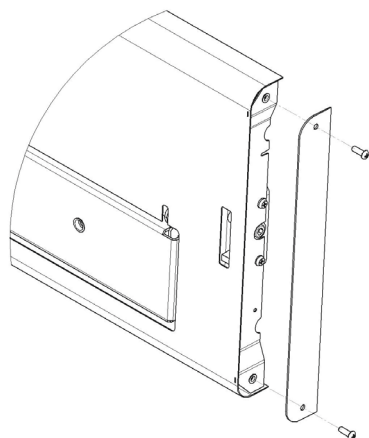

Рисунок 6.1
1. Демонтировать планку декора двери выкрутив винты рис. 6.1.